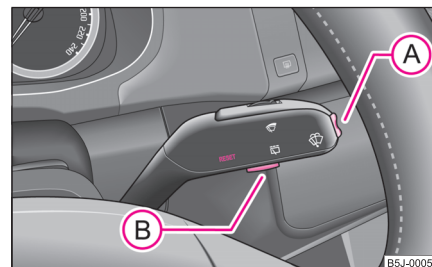

Abb. 10 Informationsdisplay: Bedienungselemente
- Das Menü aktivieren Sie durch Drücken der Wipptaste **A** ⇒ Abb. 10 länger als 1 Sekunde.